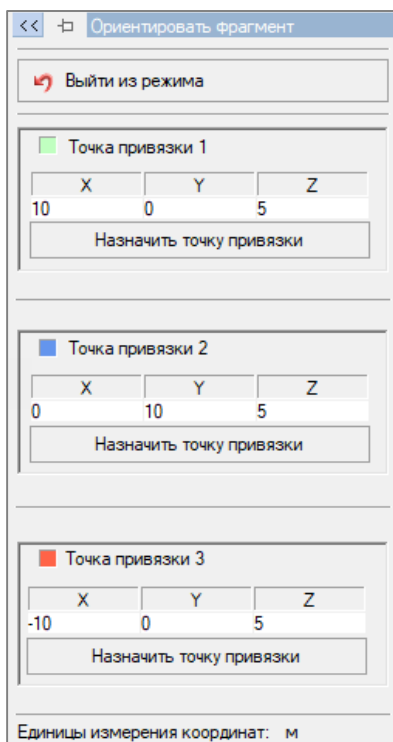

Рис. 2.126
- указанием координат (рис. 2.126);